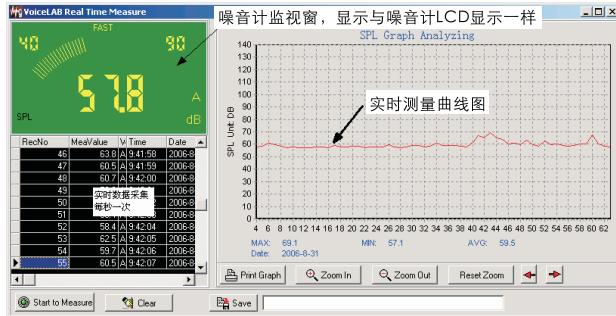

图31
- ▷ 点击“File”菜单下的“Real Time Measure”或工具栏上的“real Time Measure”按钮，弹出画面如图31：